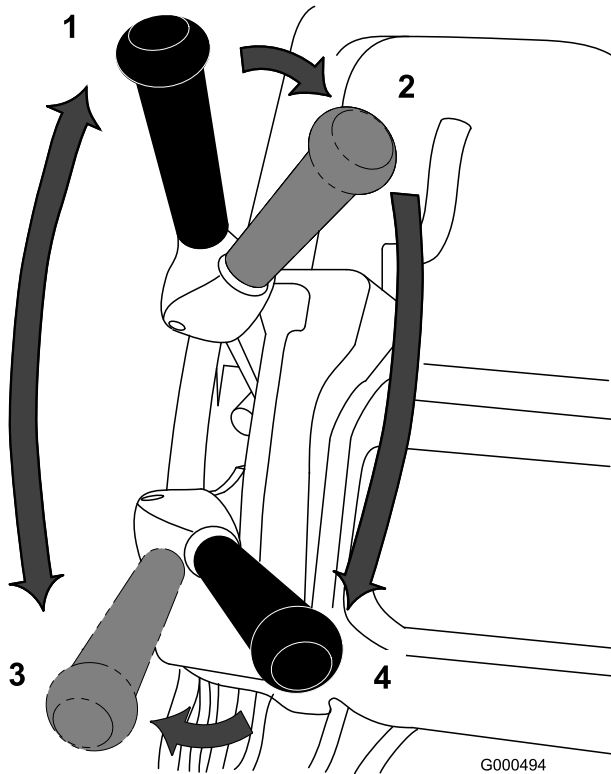

Bild 18
1. Starten Sie den Motor, stellen Sie den Gasbedienungshebel auf verringerte Geschwindigkeit, drücken Sie den Griff nach unten, um das Mähwerk anzuheben, schieben Sie den Fahrtriebshebel in die Stellung Aktiviert und transportieren Sie den Rasenmäher an eine Ecke der Rasenfläche (Bild 18).
2. Schieben Sie den Fahrtriebshebel auf die Stellung Deaktiviert und kuppeln Sie den Spindeltriebshebel ein (Bild 18).
3. Schieben Sie den Fahrtriebshebel in die Stellung „Aktiviert“, geben Sie soviel Gas, bis der Rasenmäher die gewünschte Geschwindigkeit erreicht hat. Fahren Sie den Rasenmäher auf die Rasenfläche, lassen Sie den Rasenmäher vorne ab und starten Sie mit dem Mähen (Bild 18).